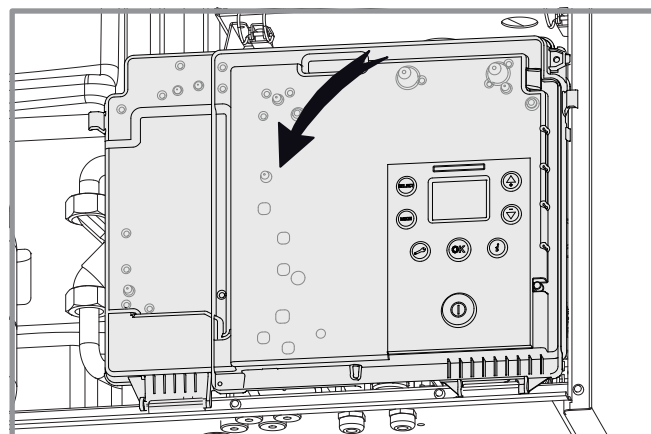

figure 21 - Basculement du coffret électrique
- Abaïsser le coffret électrique (figure 21). Lors de l'ouverture, maintenir le coffret.